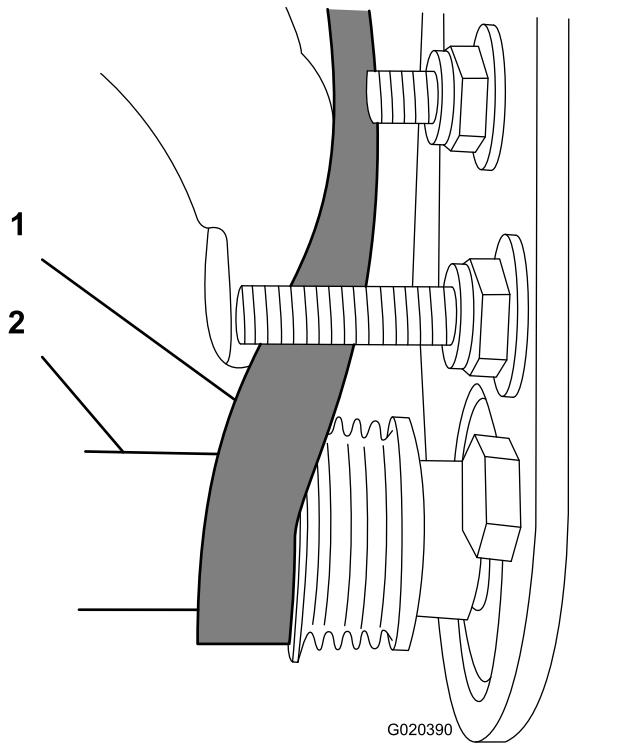

Figura 16
3. Utilice una llave de vaso profundo de 9/16" para girar el conjunto del cepillo y guiar la correa sobre la polea arrastrada (Figura 16).